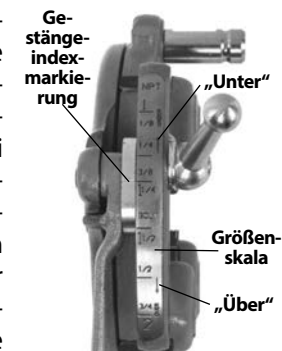

Abbildung 9 – Einstellen der Gewindegröße
3. Beginnen Sie mit der Gestängeindexmarkierung, die an der gewünschten Größenmarkierung auf der Größenskala ausgerichtet ist. Bei Mono- und Bolt-Schneidköpfen richten Sie die Gestängemarkierung am Strich in der Größenskala aus. Für Bolzengewinde mit Universalschneidkopf stellen Sie alle Bolzenschneidbacken auf die Linie BOLT auf der Größenskala ein (Abbildung 9).